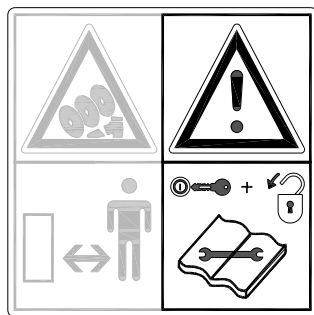
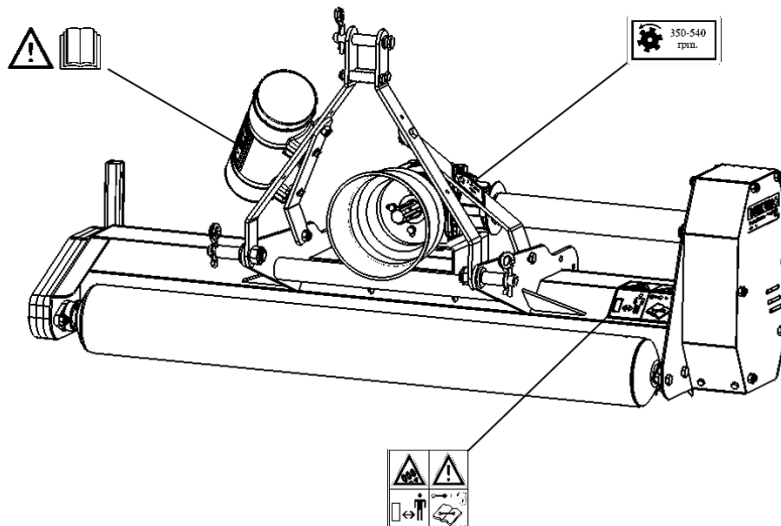

Fig. 3
Fig. 6
Ved vedligeholdelse, justering og reparationer **skal traktormotoren altid slukkes, traktornøglen skal tages ud, og kraftoverføringen frakobles.** (Fig.3)
På af Verti-Cut er der (Fig. 6) sikkerhedsetiketter (Fig. 3,4,5) med samme betydning. Disse etiketter skal altid være synlige og let læselige, og de skal udskiftes, hvis de er beskadigede.
(7) Placering af sikkerhedsetiketter. (Fig. 6)